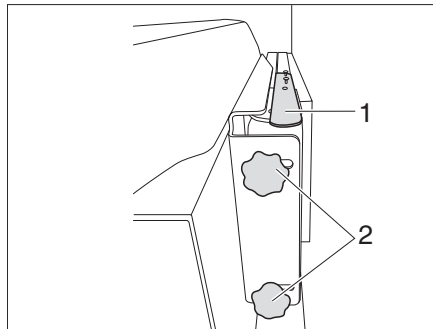

Figure 123 Support à bras articulé (variante 1)
- Pousser le levier (Figure 123,1) vers le bas pour détacher l'écran plat du dispositif de blocage. Relâcher le levier.
- Desserrer les 2 vis moletées (Figure 123,2) et faire pivoter l'écran plat dans la position souhaitée. Resserrer les vis moletées (Figure 123,2).